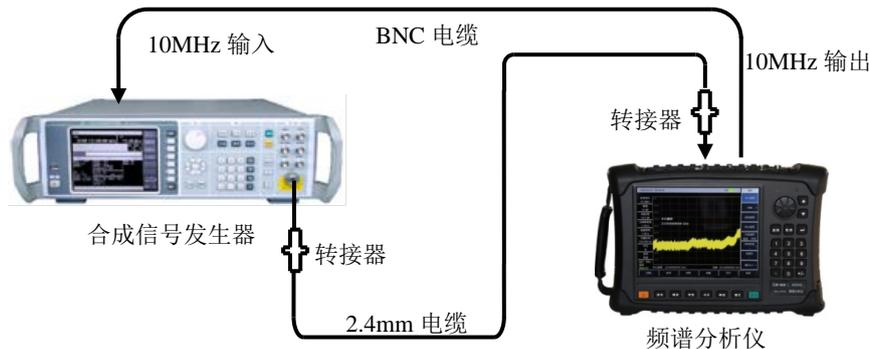

图 13-5 分辨率带宽准确度测试设置
- 1) 如图 13-5 连接测试仪器。频谱分析仪为信号发生器提供频率参考。